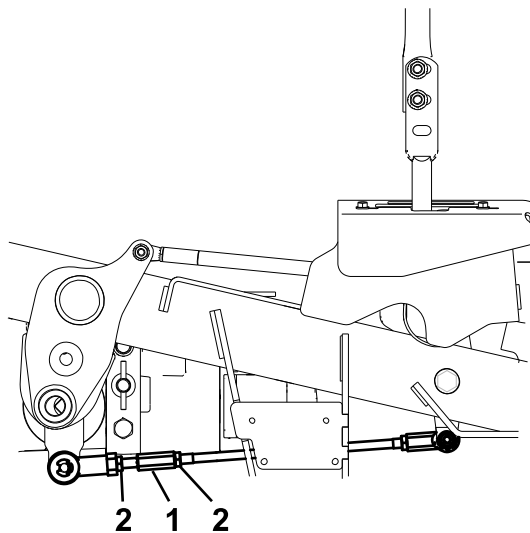

Figure 68
9. Réglez la longueur des tiges de pompes en tournant les doubles écrous dans le sens voulu jusqu'à ce que les roues tournent légèrement en marche arrière (Figure 68).